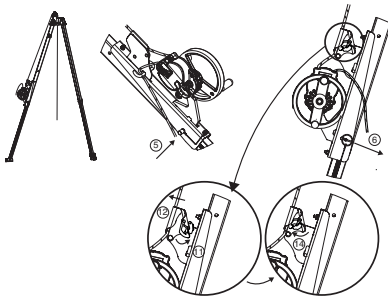

Fig. 9
**VIGTIGT:** Vær opmærksom på monteringsretningen: faldets blokeringsanordningen skal være vendt opad på tracpode trefoden (Fig.9).
5. Installer fortøjningsbolten på konsollen til Derope™ UP R apparatet. Denne fortøjningsbolt har to funktioner: fastlåsning af benet på tracpode trefoden og fortøjning af konsollen til Derope™ UP R apparatet på dette ben (Fig.9, 5).
6. Fastlås fortøjningsbolten med stiften med låsering (Fig.9, 6).
11. Åbn konsollens faldbremse (Fig.9, 11).
12. Før faldet, der kommer ud af Derope™ apparatet ind i konsollens faldbremse (Fig.9, 12).
14. Luk faldbremsen (Fig.9, 14).